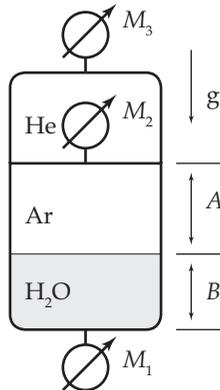

Figura Ep1.2
**Ep1.2** Considere a montagem ilustrada na Figura Ep1.2. Nesta figura vemos um tanque subdividido em duas partes. Em uma delas há ar e água e na outra há hélio. A pressão indicada pelo manômetro  $M_3$  é igual a 500 kPa e a pressão indicada pelo manômetro  $M_2$  é igual a 200 kPa. Sabendo que a pressão atmosférica local é igual a 93 kPa, que a temperatura ambiente é igual a 35°C, que  $A = 1,0$  m e que  $B = 2,0$  m, pede-se para calcular a pressão absoluta do ar e a pressão indicada pelo manômetro  $M_1$ .